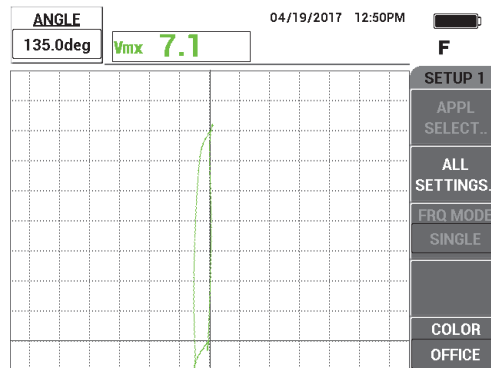

Figura 5-235 Ajuste da fase do sinal
3. Pressione a tecla **ANGLE** (  ) e, em seguida, gire o sinal até o que sinal do sulco de perda de parede a 60% fique orientado verticalmente (veja Figura 5-235 na página 298).